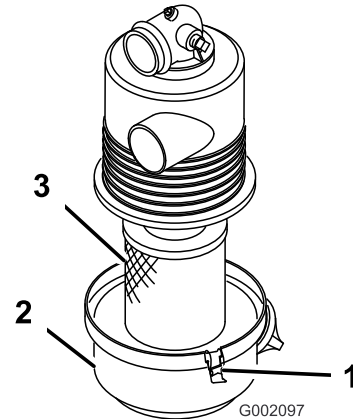

図 26
3. エアフィルタのハウジングにエレメントを取り付ける (**図 26**)。
4. エアフィルタのカバーをエアフィルタのハウジングに合わせて取り付け、ラッチでカバーを固定する **図 26**。